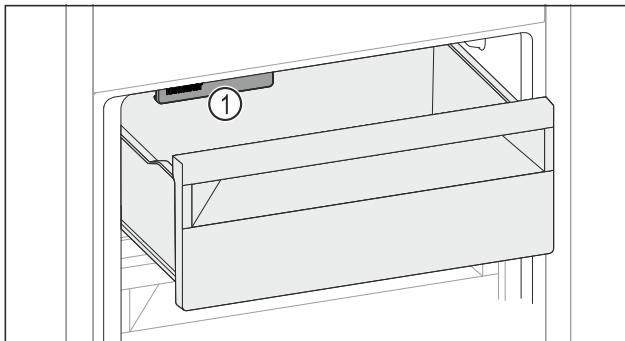

Fig. 168
- Слідкувати за функцією IceMaker Fig. 168 (1).